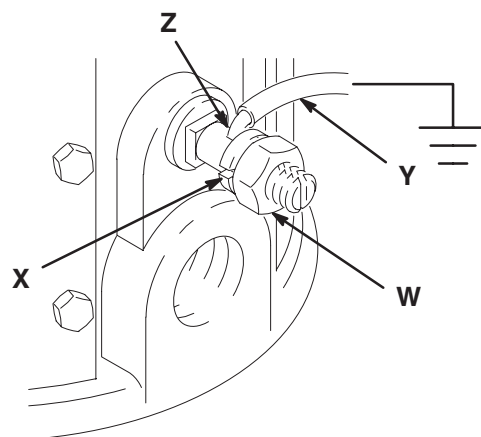

Fig. 1
1. *Pump*: använd medlevererad jordkabel och klämma. Se Fig. 1.